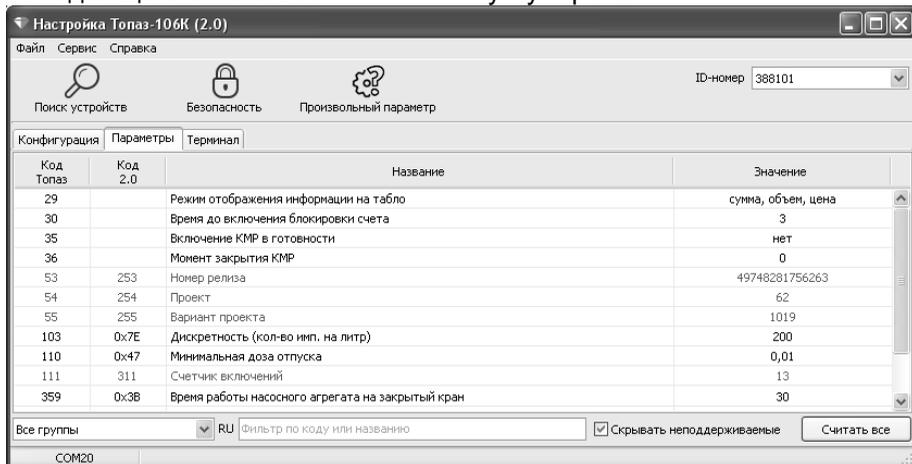

Рисунок 3
6.3 На вкладке "Параметры" (рисунок 3) можно просмотреть и при необходимости изменить значения параметров устройства. Параметры были считаны при считывании конфигурации устройства, возможно считать повторно все параметры нажатием на кнопку "Считать все" или только выбранный – из контекстного меню при нажатии правой кнопкой мыши. Параметры, доступные только для чтения, в программе отображаются шрифтом зеленого цвета. Все параметры устройства могут быть разделены на группы по принадлежности выбором из выпадающего списка в левом нижнем углу экрана.